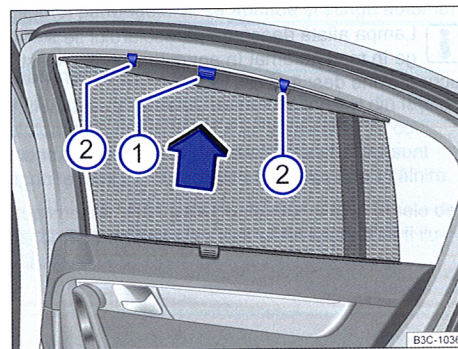

Fig. 91 În geamul dreapta spate: Ruloul parasolar.
- Trageți complet în sus ruloul parasolar de mânerul vizibil ⇒ fig. 91 ①.
- Agățați tija de fixare cu ambele inele în suporturile aferente ②. Asigurați-vă că ruloul de protecție solară extins este fixat bine în ambii suporturi ②.
- Pentru retractare, desprindeți ruloul parasolar de sus și ghidați-l manual în jos ⇒ ①.